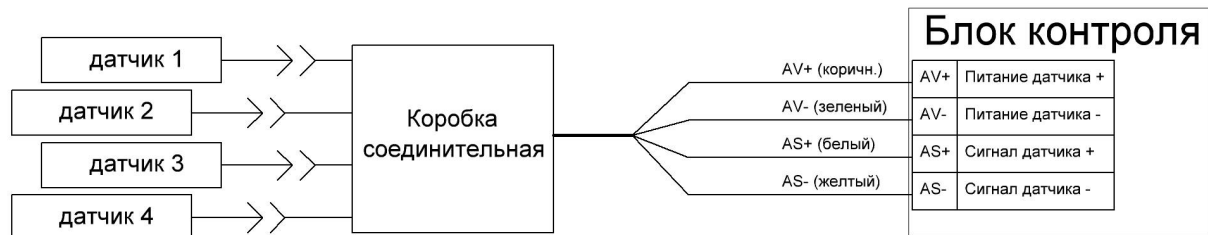
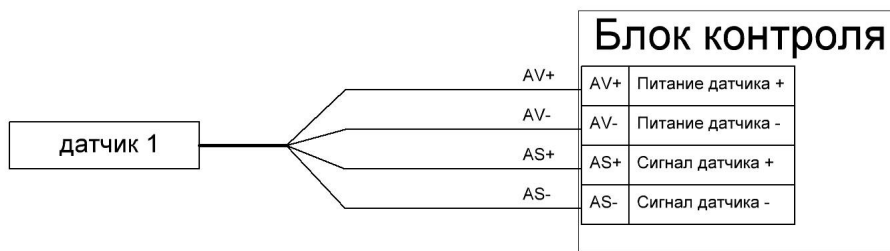

Рисунок 1 - Подключение датчиков к блоку контроля через коробку соединительную
Рисунок 2 - Подключение датчика к блоку контроля без коробки соединительной
2. Подключите тензодатчики к коробке соединительной (рис. 1). В зависимости от комплектации коробка соединительная может отсутствовать, тогда тензодатчик напрямую подключается к блоку контроля (рис. 2).